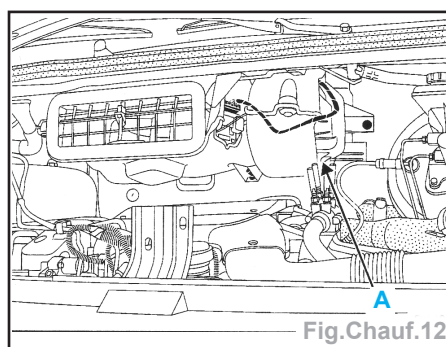

Fig.Chauf.12
- Déposer le moteur ventilation de chauffage de son compartiment en dévissant les vis (A) (Fig.Chauf.12).